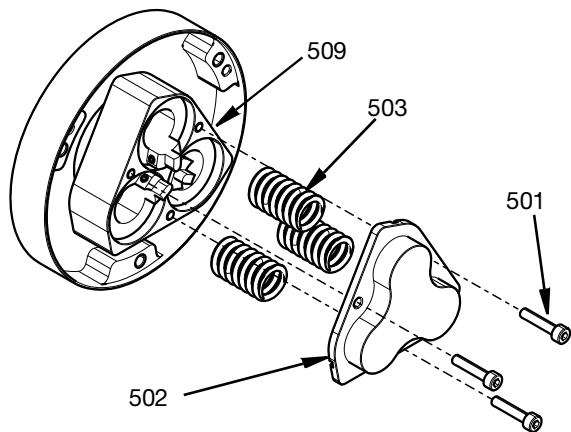

FIG. 10
2. Pro přístup k jehlám uzavíracího ventilu (512) a pístům (506) nejprve rovnoměrně vyšroubujte tři šrouby M4 (501). Pak lze demontovat kryt válce (502) společně s pružinami (503). Viz Fig. 10.